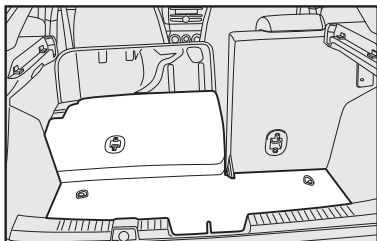

fig. 97
- inclinar para frente o assento desejado **fig. 97**;